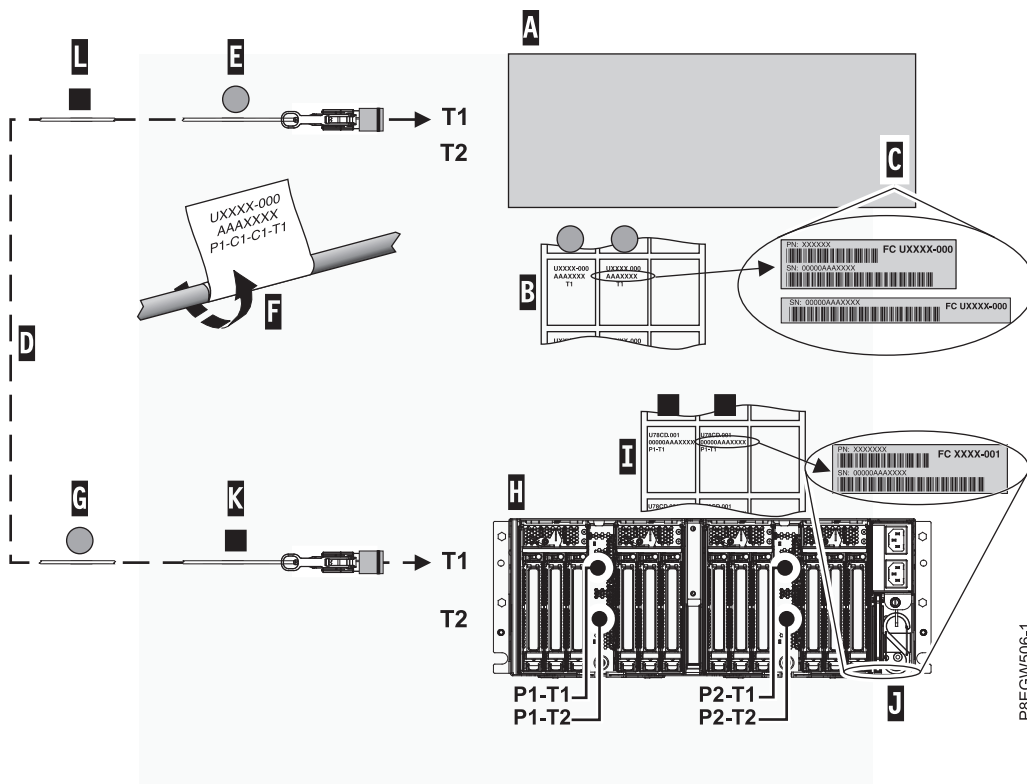

Figure 17. Etiquetage d'un câble optique actif
**Remarque :** Lorsque vous exécutez ces étapes, vous pouvez vous référer à la figure 17, à la page 22.
- a. Repérez le système hôte (A) que vous connectez au tiroir d'extension EMX0 PCIe3.
- b. Repérez la planche d'étiquettes de numéros de série de système hôte (B).
- c. Faites correspondre le numéro de série de système hôte (C) au numéro de série indiqué sur la planche d'étiquettes de système hôte.
- e. Repérez les étiquettes sur la planche d'étiquettes de système hôte (B) qui correspondent à l'emplacement de l'adaptateur de câble PCIe3 sur le système hôte.
- f. Sélectionnez l'un des câbles de tiroir d'extension en tant que câble supérieur (D) à connecter au port T1.
- g. Associez l'étiquette Cx-T1 la plus à gauche à l'extrémité connecteur du câble (E). Voir figure 17. Apposez l'étiquette de telle manière que les informations concernant l'emplacement (F) soient visibles.
- h. Retirez la seconde étiquette Cx-T1 de la planche d'étiquettes de système hôte (B) et placez-la à l'autre extrémité du câble qui sera connecté au tiroir d'extension EMX0 PCIe3. Prenez soin de placer cette étiquette à plus de 100 mm de l'extrémité du câble (G). Voir figure 17.
**Remarque :** Lorsque vous exécutez ces étapes, vous pouvez vous référer à la figure 17.
- a. Repérez le tiroir d'extension EMX0 PCIe3 (H) que vous connectez au système hôte.
- b. Repérez la planche d'étiquettes de numéros de série de tiroir d'extension EMX0 PCIe3 (I).
- c. Faites correspondre le numéro de série de tiroir d'extension EMX0 PCIe3 (J) au numéro de série indiqué sur la planche d'étiquettes de tiroir d'extension EMX0 PCIe3 (I).
- f. Associez l'étiquette Px-T1 la plus à gauche à l'extrémité connecteur du câble (**K**). Voir figure 17, à la page 22. Apposez l'étiquette de telle manière que les informations concernant l'emplacement (**F**) soient visibles.
- g. Retirez la seconde étiquette Px-T1 de la planche d'étiquettes de tiroir d'extension et placez-la à plus de 100 mm de l'autre extrémité du câble (**L**). Voir figure 17, à la page 22.